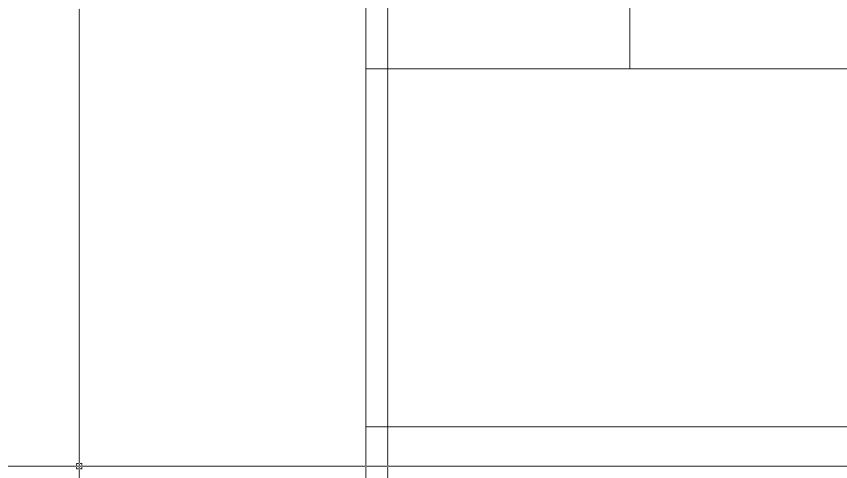

Рис. 4.19 ▼ Область пересечения линий контуров после изменения масштаба
3. Как только вы щелкните мышью, работа команды **Показать** (ZOOM) завершится, а всю область черчения займет изображение пересечения контуров малой тумбы и левой стенки (рис. 4.19). Прямоугольная рамка, с помощью которой вы определили интересующую вас область и называемая **рамкой масштабирования**. После задания размеров рамки AutoCAD